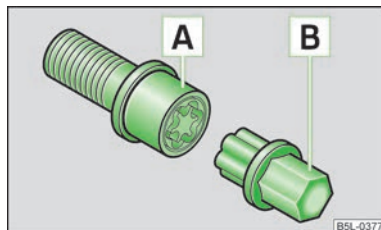

Fig. 136
- Introducir el adaptador **B** » fig. 136 con su lado dentado hasta el tope en el dentado interior del tornillo de rueda antirrobo **A**, de tal modo que ya sólo sobresalga el hexágono exterior.